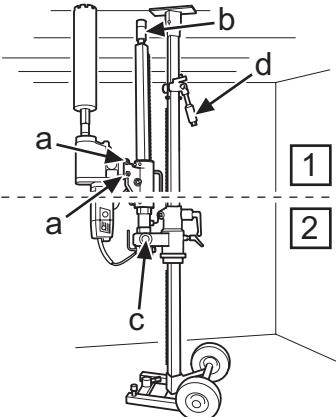

Fig. 16
3. Montar la perforadora en la fijación rápida y apretar los tornillos de fijación (a) (fig.16) con una llave de 24 mm.
4. Comprobar que el tornillo de puntal (b) en la columna de perforación está enroscado. Levantar la columna de perforación y bloquearla con una tuerca de 30 mm (c) (fig. 16).
3. Monte a perfuradora na fixação rápida da caixa de alimentação, aperte os parafusos de fixação (a) (Fig. 16) com a chave de 24 mm.
4. Verificar se o parafuso de escora (b) na coluna de perfuração está na posição enroscada. Levantar e bloquear a coluna de perfuração com porca de 30 mm (c) (Fig. 16).
3. Fit the drilling machine in the quick-action attachment, tighten the locking screws (a) (Fig.16) with a 24 mm spanner.
4. Check that the support column screw (b) in the drill column is screwed in. Fold up and lock the drill column with nut 30 mm (c) (Fig. 16).
6. Enroscar el tornillo de puntal en el techo para fijar la columna de perforación y fijarlo con una tuerca de seguridad de 30 mm (a) (fig.16). Utilizar una regla de madera como separador.
6. Enroscar o parafuso de escora contra o teto para fixar a coluna de perfuração, e fixá-lo com a porca de segurança de 30 mm (b) (Fig. 16). Usar um calço de madeira ou similar como separador.
6. Screw in the support column screw against the ceiling to secure the drill column in position, secure with the locking nut 30 mm (b) (Fig.16). Use a wooden batten as packing.